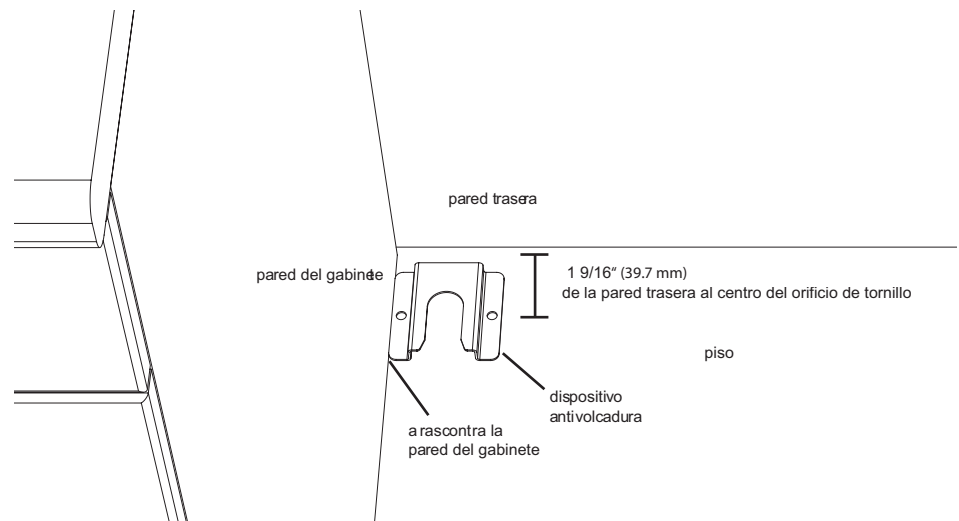

Figura 5: Soporte antivolcadura
2. Tome medidas para localizar la posición del soporte como se indica en Veá Figura 5: Soporte antivolcadura.